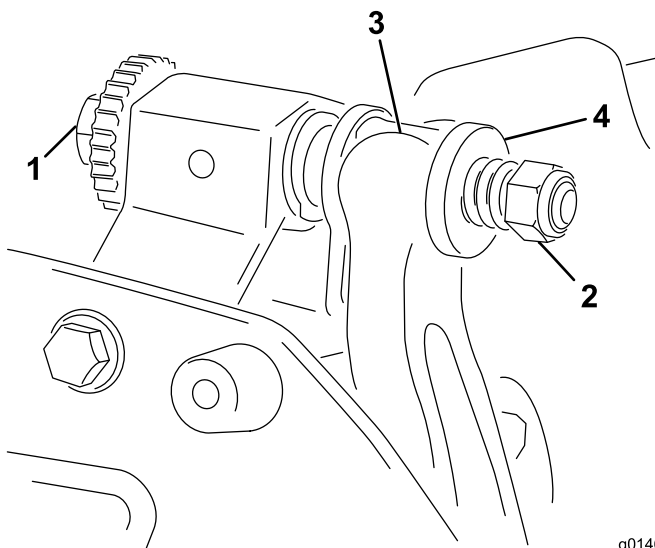

Figura 19
1. Rotiți șurubul de reglare pentru bara de cadru în sens invers acelor de ceasornic, pentru a îndepărta contracuțitul de cilindru (Figura 19).
2. Deșurubați piulița pentru tensionarea arcului până când șaiba nu mai este lipită de bara de cadru (Figura 19).
1. Instalați ansamblul bară de cadru/contracuțit, poziționând urechile de montare între șaibe și șurubul de reglare pentru bara de cadru (Figura 19).